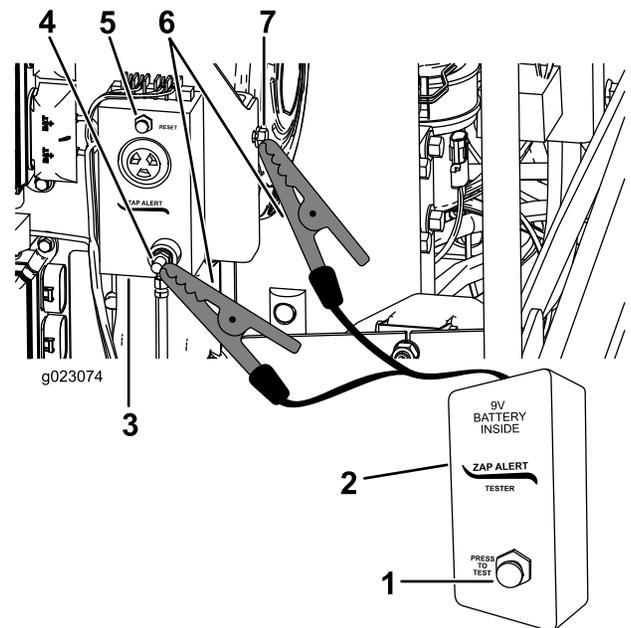

Bild 65
3. Verbinden Sie eine Krokodilklemme vom Tester für das Stromschlagwarnsystem mit dem Erdungsbolzen des Stromschlagwarnsystems (Bild 65).
5. Drücken Sie die Testtaste am Tester für das Stromschlagwarnsystem (Bild 65).
6. Drücken Sie die Resettaste, um den Alarm abzuschalten (Bild 65).